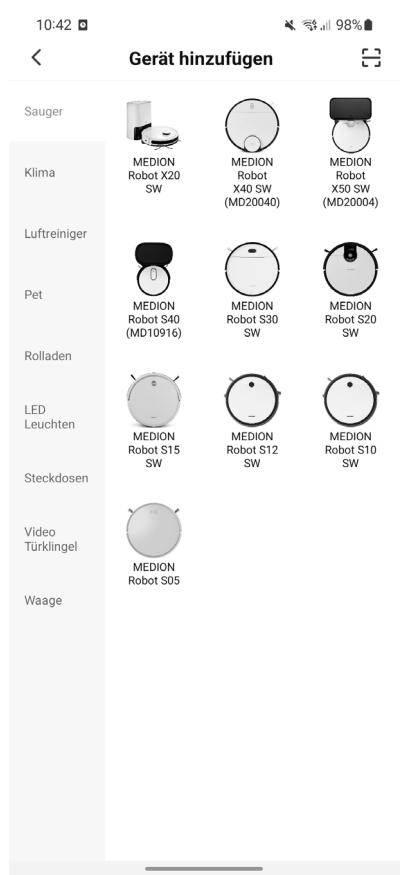

Abb. 2
- ▶ Wählen Sie das korrekte Modell X20 SW aus der Übersichtsliste. (s. **Abb. 2**).